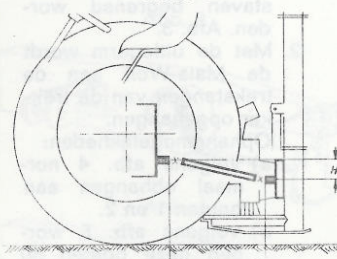
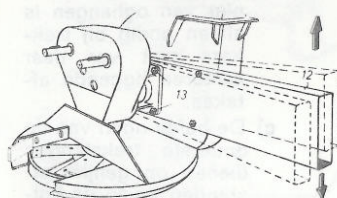

Abb. 10
Abb. 11
4. Die Gelenkwelle soll möglichst **waagrecht** vom Schlepper zum MW eingebaut werden, Abb. 10. Wenn das Maß „H“ zu groß ist, so kann eine Verstellung des Auslegearmes nach Abb. 11 vorgenommen werden.
4. The universal shaft should be installed as near **horizontal** as possible between tractor and implement (Fig. 10). If dimension 'H' is too large, a jib can be adjusted as shown in Fig. 11.
4. Dans toute la mesure du possible, l'arbre à cardan doit être mente **horizontalement** entre le tracteur et la machine MW, fig. 10. Lorsque la distance "H" est trop grande, on modifie en conséquence la po-
4. L'albero a snodo deve essere montato più possibile **orizzontale** dal trattore all'MW, fig. 10. Se la misura "H" è evvessiva, è possibile modificare la posizione del braccio sporgente.
4. De cardanas dient men zover mogelijk **horizontaal** tussen tractor en aanhangwagen te monteren. Indien maat „H“ te groot zou zijn, kan men de uitlegarm volgens afb. 11 verstellen.
sition du bras de support selon la fig. 11.